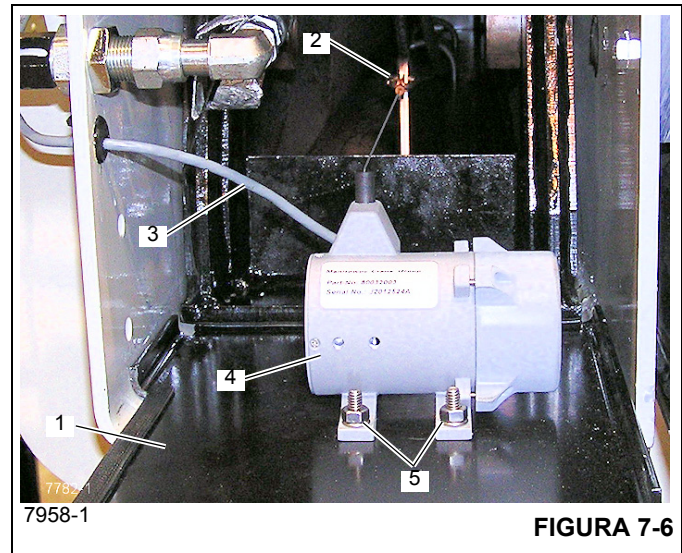

FIGURA 7-6
2. Remova a tampa da caixa do estabilizador (1, Figura 7-6).
3. Desconecte o grampo de mola (2, Figura 7-6) do seu ponto de fixação na viga do estabilizador.
4. Desconecte o conector elétrico (3, Figura 7-6) no potenciômetro de filamento (4).
5. Remova os parafusos (5, Figura 7-6) que prendem o potenciômetro de filamento; remova o potenciômetro de filamento.
2. Usando os parafusos (5, Figura 7-6), monte o potenciômetro de filamento (4) na tampa da caixa do estabilizador (1).
3. Conecte o conector elétrico (3, Figura 7-6) no potenciômetro de filamento (4).
4. Prenda o grampo de mola (2, Figura 7-6) no ponto de fixação na viga do estabilizador.
5. Monte a tampa da caixa do estabilizador (1, Figura 7-6) na caixa do estabilizador.